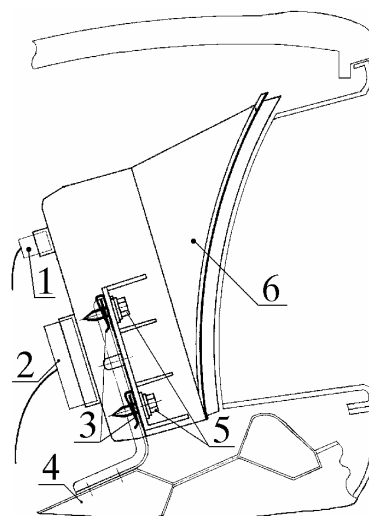

Рис. 12. Снятие комбинации приборов:
8.1.6. Снять комбинацию приборов 6 (рис. 12), вывинтив и сняв четыре винта 5 ее крепления к основанию панели приборов 4
8.2.1. Соединить колодки жгута проводов с колодками разъемов 1, 2 (см. рис. 12) новой комбинации приборов, обеспечив заданную ориентацию и полноту сочленения.